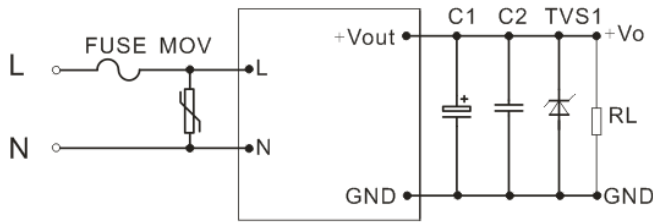
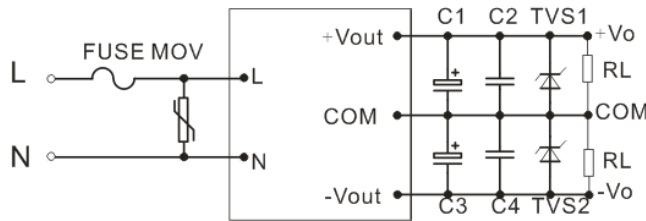
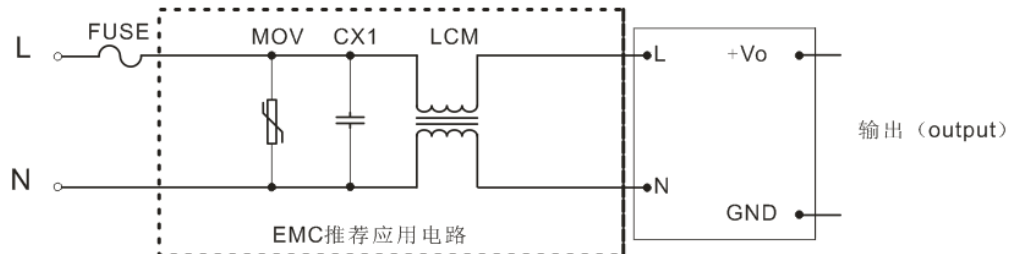

图1
图2
图3
- 5、客户的一般要求用图1、图2 推荐电路，如果有EMC需求，推荐客户用图3电路。图3具体推荐值如下：